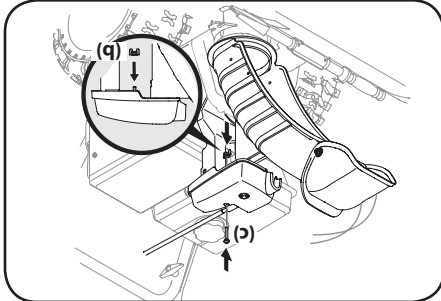

Figure 2-25
- Utilisez la vis hex. (c) et l'écrou à oreilles (b) pour terminer l'installation de la goulotte sur la tête de commande. Voir la Figure 2-25.